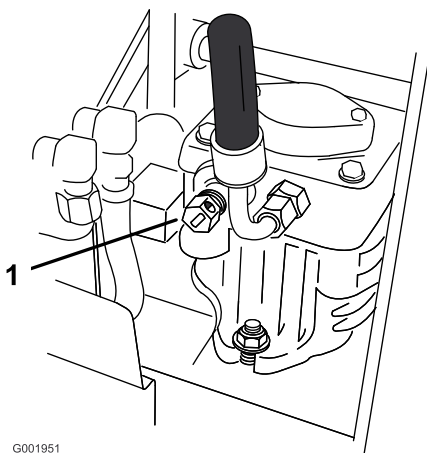

Figura 24
2. Abra a válvula de derivação em ambas as bombas rodando 1 a 2 voltas no sentido oposto aos ponteiros do relógio. Isto permite que o fluido hidráulico passe pelas bombas possibilitando a rotação das rodas (Figura 24).